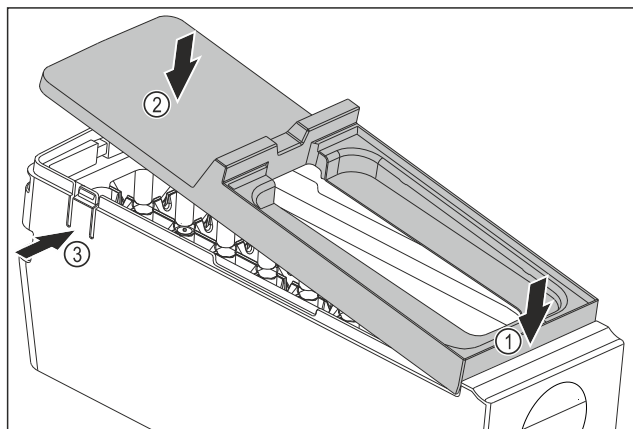

Fig. 134
- ▶ Afdekking van de EasyTwist-Ice-corporus monteren: Afdekking voor bevestigen. Fig. 134 (1)
- ▶ Afdekking achter neerlaten. Fig. 134 (2)
- ▷ Afdekking klikt hoorbaar in beide strips Fig. 134 (3) vast.